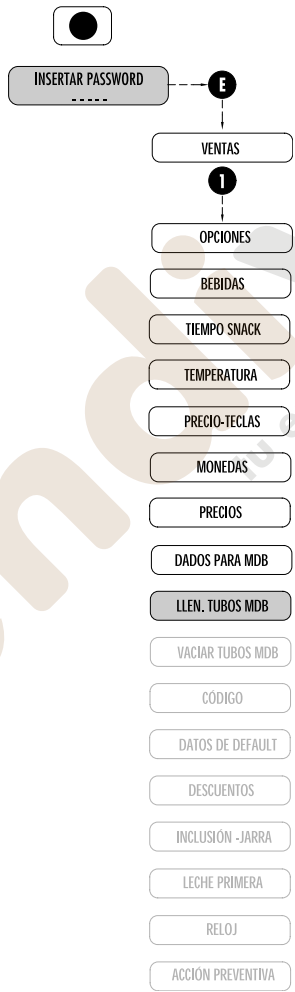

Fig. 7.13
7.2.10 LLEN. TUBOS MDB (Fig. 7.13)